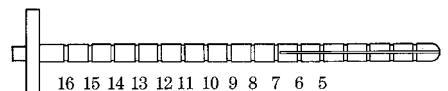

Figura 4-11. Instrumento de inserción de Furlow
1. Utilice el instrumento de inserción de Furlow (**Figura 4-11**) y la aguja de Keith para ayudar a introducir los cilindros en los cuerpos cavernosos.